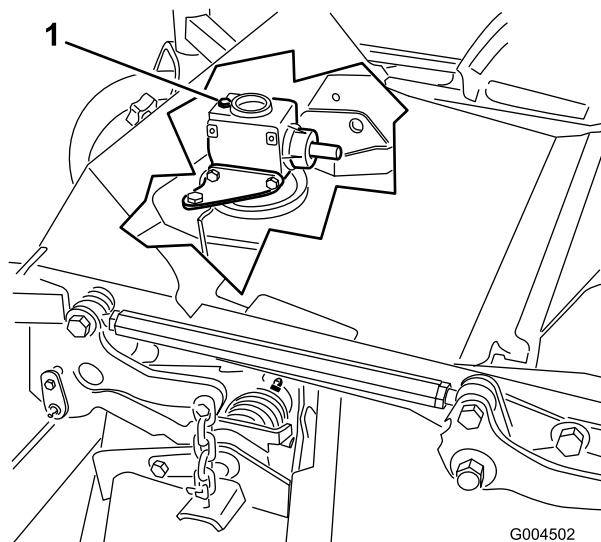

Figura 33
6. Togliete il tappo di riempimento/asta di livello da sopra gli ingranaggi e verificate che il lubrificante si trovi tra i segni riportati sull'asta (Figura 33).
6. Togliete l'asta di livello/tappo di riempimento da sopra gli ingranaggi (Figura 33).